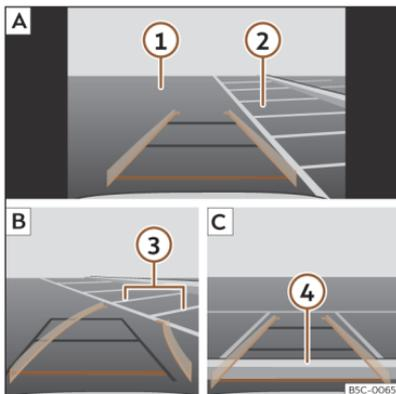

Fig. 152 Visualización en la pantalla del sistema de infotainment: aparcamiento con el asistente de marcha atrás.
Leyenda de la >>> **fig. 152:**
- Sitúe el vehículo delante del hueco de aparcamiento >>> **fig. 152** **2** **A**.